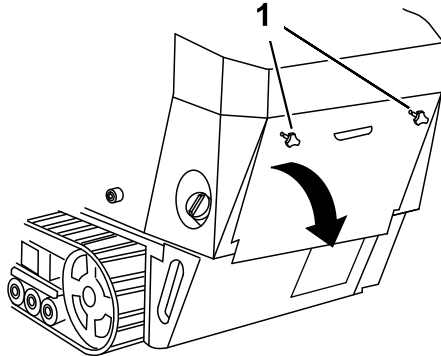

Figura 3
1. Desenrosque los 2 pomos que fijan el panel de acceso trasero a la máquina (Figura 3).
2. Baje el panel de acceso trasero (Figura 3) y retírelo para tener acceso a los componentes internos.